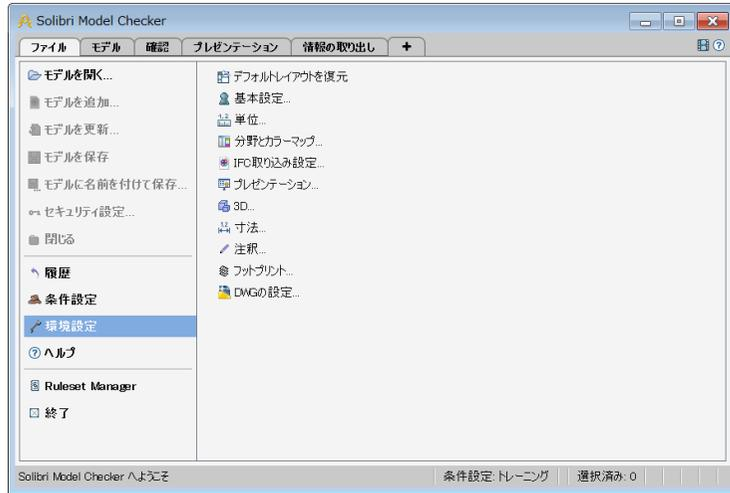

図7 ファイルレイアウトと環境設定項目
8) 次に左のメニューから「環境設定」を選択し設定項目の一覧を表示します。(図7を参照)